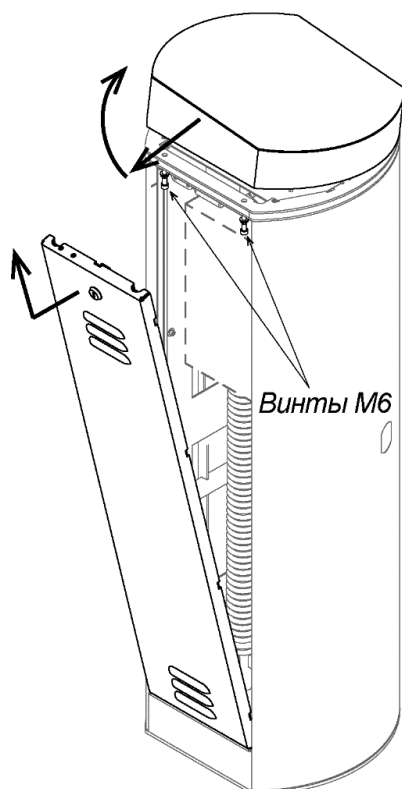

Рисунок 10. Порядок снятия верхней крышки шлагбаума
4. Поднимите передний край крышки вверх и снимите ее со шлагбаума. Будьте осторожны, не повредите плату управления, находящуюся под крышкой (см. рис. 10).
1. Снимите дверцу, предварительно повернув ключ замка, и открутите два винта М6, которые находятся снизу на верхней грани проема дверцы. Аккуратно, чтобы не повредить установленную внутри плату управления, снимите крышку, сдвинув ее за передний край на себя и затем подняв его вверх (см. рис. 10).
2. На приводе стрелы переведите рычаг (13) в нижнее положение. Для этого шлицевой отверткой вращайте винт (или ручку, в зависимости от модификации привода) разблокировки привода (21) против часовой стрелки до упора.
3. Если ранее были установлены балансирующие пружины (8), то их необходимо снять (см. разд. 8.5.6).
4. Демонтируйте рычажно-шатунную группу – детали (12) и (13), для чего открутите два болта (14) с внутренним шестигранником S10 и снимите стопорное кольцо (15). Детали плотно насажены на оси, при снятии покачивайте их из стороны в сторону, при необходимости используйте большие отвертки в качестве рычагов.
5. Снимите стопорное кольцо (16) и разъедините детали – шатун (12) и рычаг (13). Замените рычаг (13) на другой из комплекта поставки (рычаг с маркировкой 18В-В соответствует правосторонней установке стрелы, рычаг с маркировкой 18В-А – левосторонней). Установите шатун на новый рычаг и зафиксируйте обе детали стопорным кольцом (16).
6. Открутите четыре винта (18) с внутренним шестигранником S6 и переставьте упор (17) зеркально относительно вертикальной оси привода, на рисунке – место (19). Перед установкой упора на новое место проверните вал редуктора с упорной лапкой (20) при помощи винта (ручки) разблокировки привода (21). При необходимости зафиксируйте упор на новом месте винтами (18).
7. Установите на место рычажно-шатунную группу и закрепите ее болтами (14) на валу кронштейна стрелы и стопорным кольцом (15) на шарнире лапки (20).